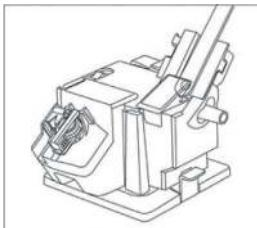

Рис. 2
1. Установите блок заточки стамесок, зубил и лезвий (2) на блок (8).
2. Положите стамеску, зубило или лезвие на суппорт для лезвий. Магниты (10)держивают лезвие в нужном положении. (Рис. 2).